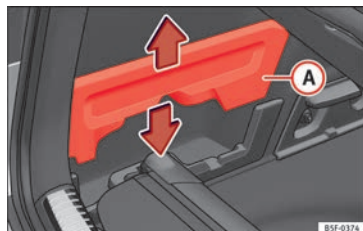

Bild 165 I bagageutrymmet: plats för att förvara hatthyllan.
- Ta bort skydden » **bild 165** **A** vänster och höger.